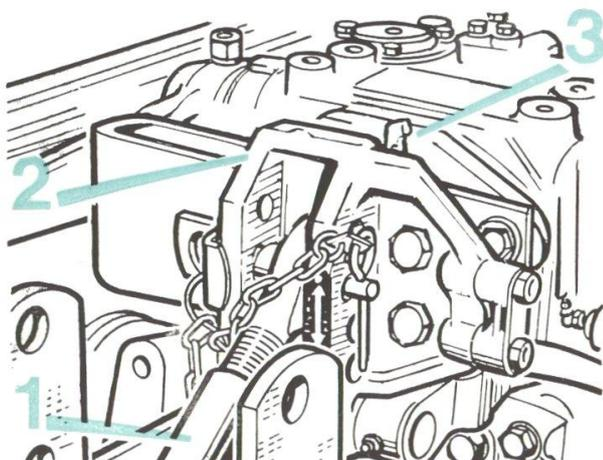

FIG. 45
- Le coin de verrouillage (3) fig. 45 est libéré.